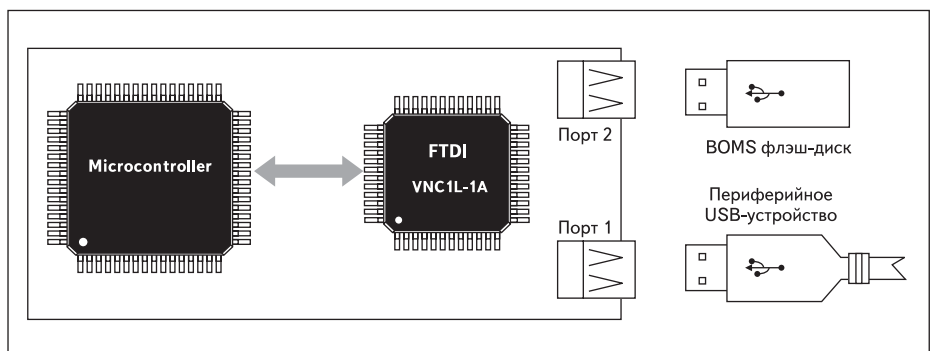

Рис. 5. Версия ПО — VDAP
- С помощью программы VDAP и хост-контроллера Vinculum в разрабатываемое приложение можно добавить возможность работы с USB флэш-дисками, принтерами, мостами FTDI, USB-устройствами классов HID и CDC (рис. 5).